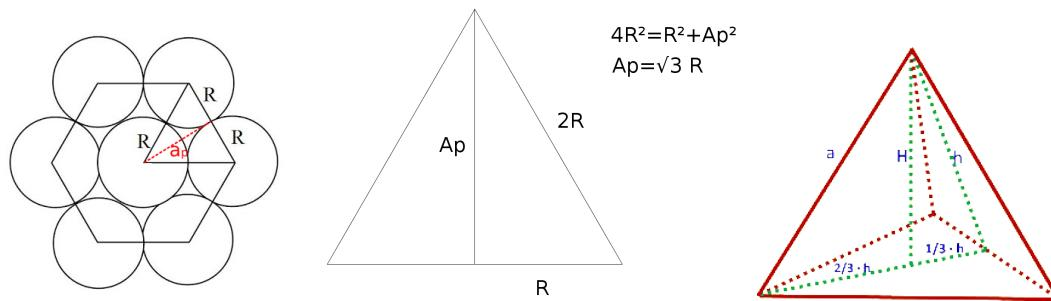

FIGURA 10: ÁREA DE LA BASE. CÁLCULO DE LA APOTEMA. ALTURA DE UN TETRAEDRO REGULAR.
- a) **Área de la base hexagonal:** El área de la base de un hexágono sería 6 veces el área del triángulo de la figura 10 donde tenemos la apotema (10). Luego calculamos el área como $A = 6 \cdot 2 \cdot \frac{b \cdot h}{2} = 6 \cdot 2 \cdot \frac{R \cdot \sqrt{3} \cdot R}{2} = 6\sqrt{3}R^2$